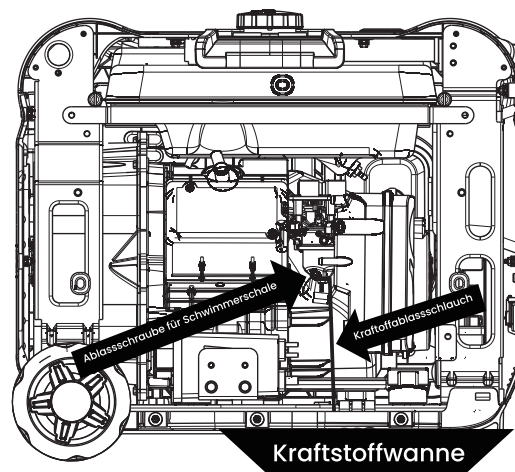

Abbildung 13: Kraftstoffablassschlauch
2. Suchen Sie den durchsichtigen Kunststoffschlauch des Floßs, der unten aus dem Wechselrichter austritt, und stellen Sie einen geeigneten Behälter darunter, um den abgelassenen Kraftstoff aufzufangen (siehe Abbildung 13).